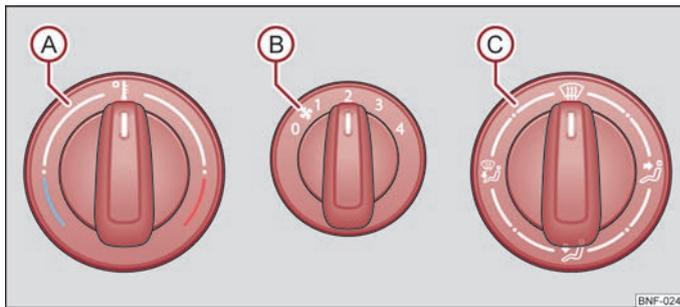

Abb. 55 Heizung: Bedienelemente
- Drehen Sie den Drehregler ① ⇒ Abb. 55 nach rechts, um die Temperatur zu erhöhen.
- Drehen Sie den Drehregler ① nach links, um die Temperatur zu senken.
- Bedienelemente A, B, C ⇒ Abb. 55.